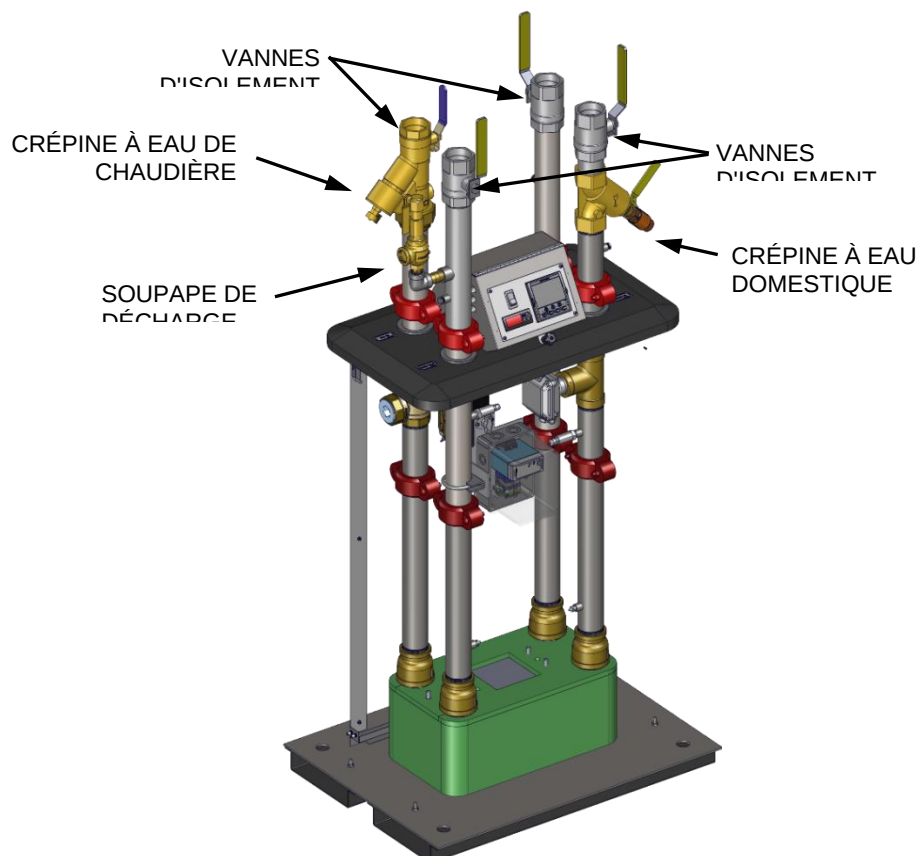

Figure 5-1: Tuyauterie typique
3. Connectez un tuyau de vidange à la crépine du côté de l'eau de chaudière de la tuyauterie (Figure 5-1).